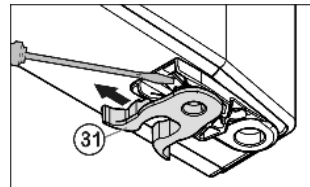

Fig. 11
- Cambiar de sitio la grapa elástica Fig. 11 (31): presione hacia abajo el saliente de enganche y retire la grapa elástica.